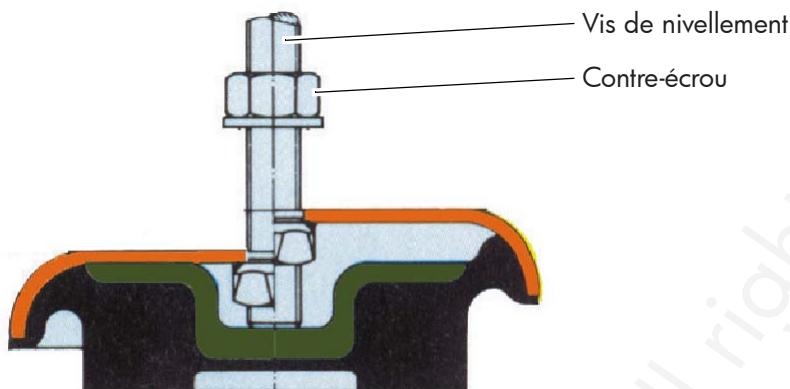

Fig. 3-1 : Élément anti-vibratoire
- Compensez les différences de hauteur en vissant ou dévissant la vis de nivellement. Lorsque vous vissez la vis de nivellement, le plateau en caoutchouc se relève comme illustré sur la figure 3-1.